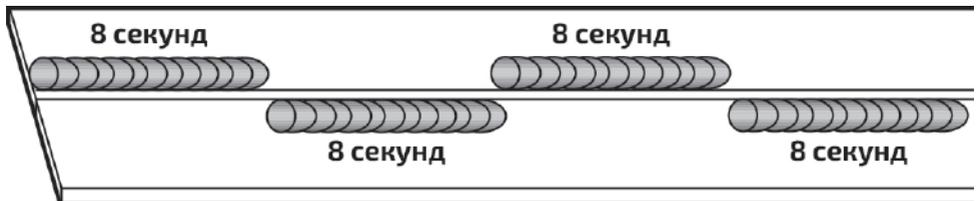

Рис. 9.14.1. Сварка коротких швов.
**Например:** необходимо произвести сварку таврового соединения в шахматном порядке с одинаковой длиной сварного шва (см. рис. 9.14.1).